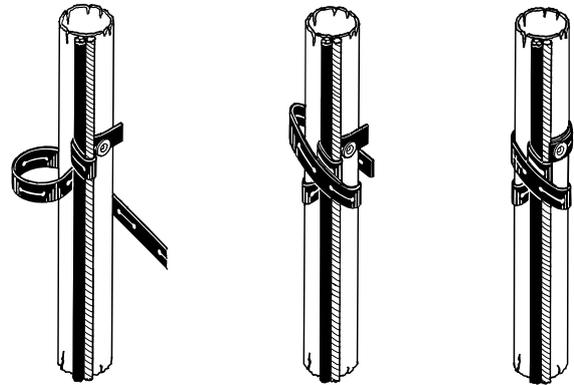

Abb. 22 Anbringen der Kabelbinder
3. Den Spanndraht wie in Abb. 22 gezeigt entlang des Unterwasserkabels ausrichten.